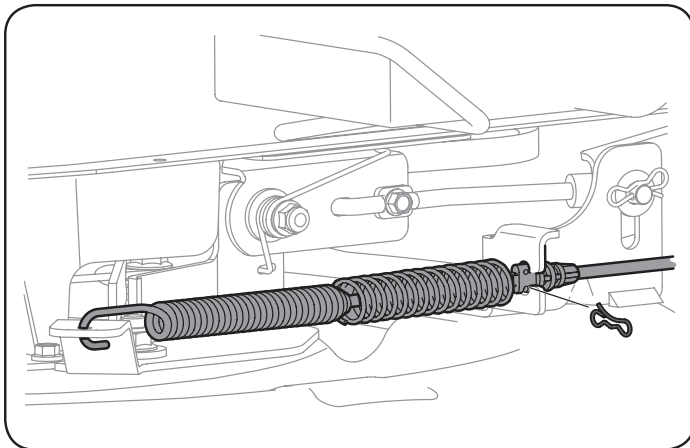

Figura 34
8. Extraiga con cuidado el cable de la PTO de la parte posterior de la plataforma de corte retirando el pasador de chaveta con unión curva que lo sujeta. Retire el resorte del soporte de polea loca de la plataforma. Vea la Figura 34.